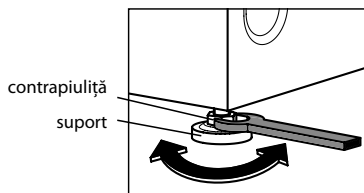

Figura 5
3.2.2 Așezați mașina după nivel strict orizontal, deșurubând sau răsucind, în primul rând, suporturile reglabile din față, în conformitate cu Figura 5: slăbiți cu cheia pentru piulițe contrapiulițele de pe suporturi, reglați înălțimea suporturilor, strângeți contrapiulițele. Instalarea incorectă a mașinii după nivel sau strângerea insuficientă a contrapiulițelor ulterioare poate fi o sursă de vibrație și de zgomot sporit în timpul funcționării mașinii.